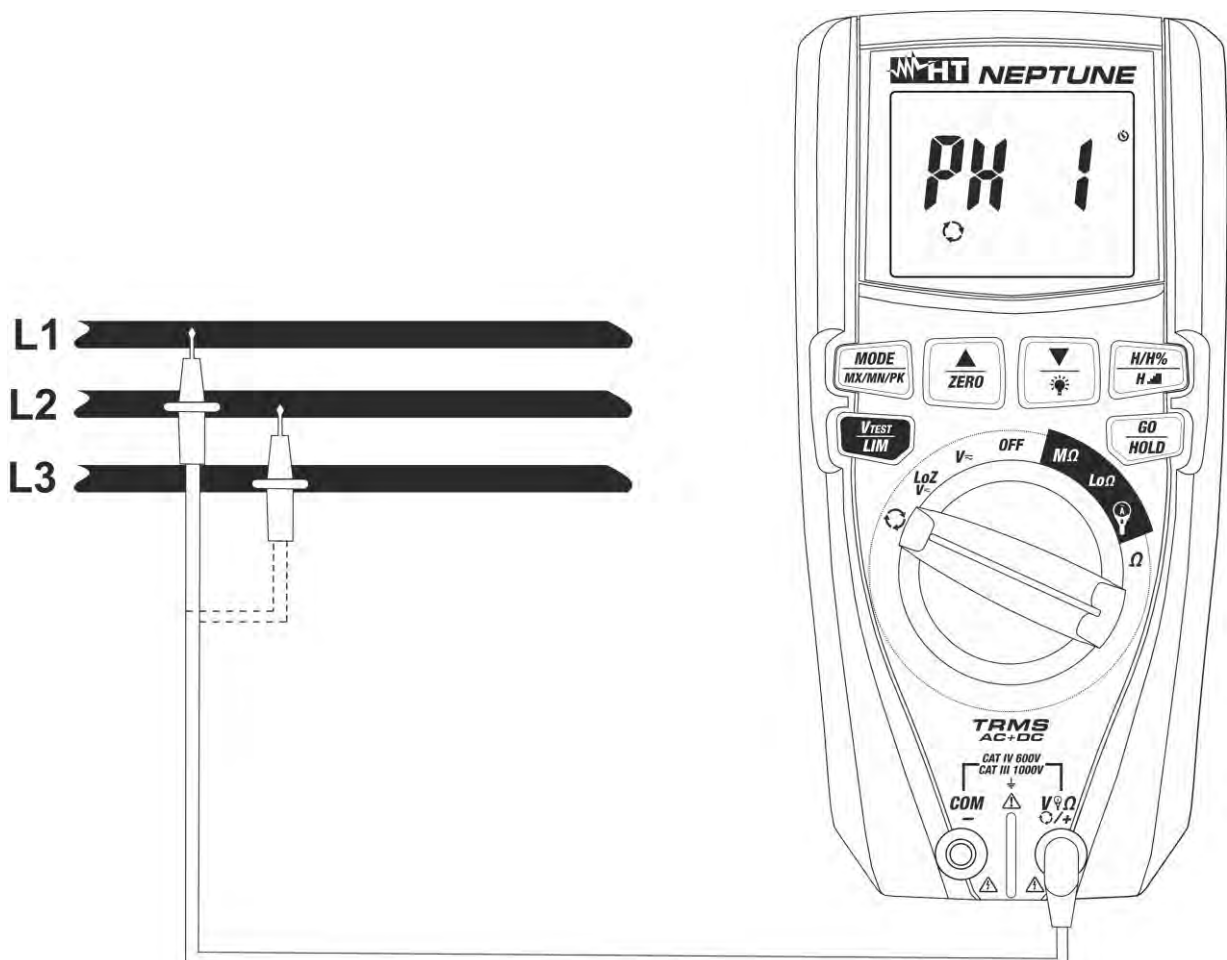
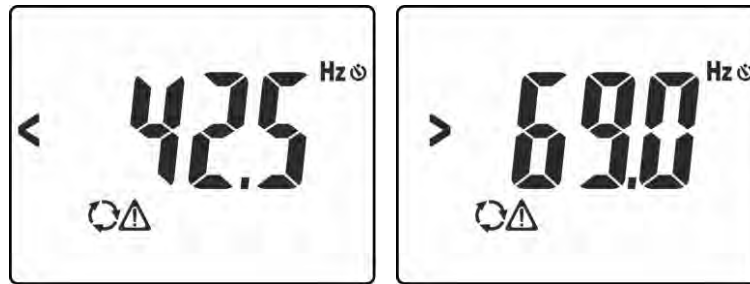
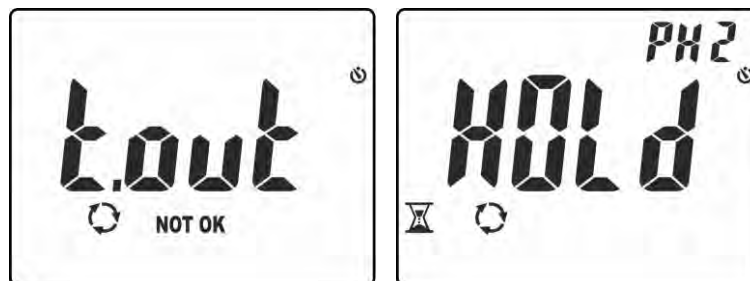

Abb. 10: Verwendung des Geräts für den Test der Phasenfolge und Phasengleichheit
Abb. 11: Angabe einer Spannung mit falscher Frequenz
Abb. 13: Ermittlung der Phase L1 und Abwarten der Phase L2
3. Halten Sie die rote Messleitung auf die Phase **L1** des zu messenden dreiphasigen Systems (siehe Abb. 10). Die folgenden Meldungen können im Display erscheinen (siehe Abb. 11) und geben die Anwesenheit eines Spannungssignals an, deren Frequenz außerhalb des Bereiches **42.5Hz ÷ 69Hz** liegt. Unter diesen Bedingungen führt das Gerät keinen Test durch.
6. Halten Sie die rote Messleitung an Phase **L2** des zu messenden dreiphasigen Systems (siehe Abb. 10). Falls der Übergang von der Phase L1 zur Phase L2 in einer Zeit größer als **10s** erfolgt, zeigt das Gerät die Meldung **"t.out"** im Display an (siehe Abb. 13 – linke Seite). Unter der Bedingung von korrekter Spannung und Frequenz, zeigt das Gerät die Meldung **"HOLD"**, die Symbole  und **"PH2"** und der Summer gibt einen kontinuierlichen Ton ab, und wartet auf die Ermittlung eines stabilen Spannungswerts auf der Phase L2 (siehe Abb. 13 – rechte Seite).